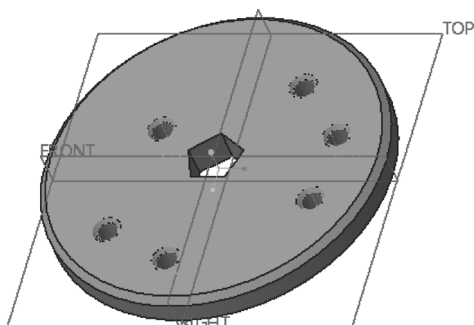

图 5-92 完成曲线阵列
9) 在“阵列”选项卡中单击 (完成) 按钮, 完成该曲线阵列的效果如图 5-92 所示。